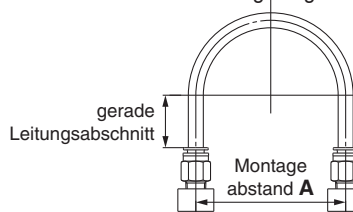

Fig. 1 Empfohlene Leitungsverlegung
1. Sehen Sie beim Anschluss von Schläuchen mit Steckverbindungen für den Schlauch eine Reservelänge vor, wie in Abb. 1, "Empfohlene Leitungskonfiguration" gezeigt.